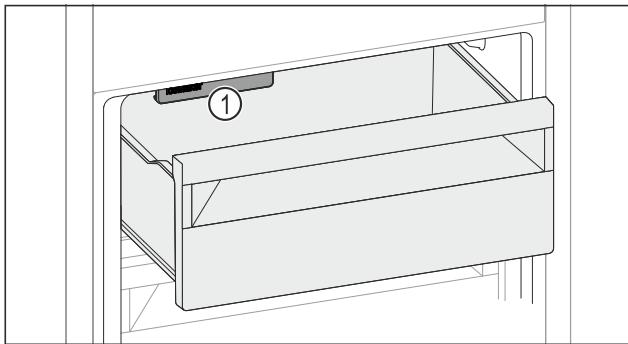

Fig. 142
- Uzmite u obzir IceMaker Fig. 142 (1).